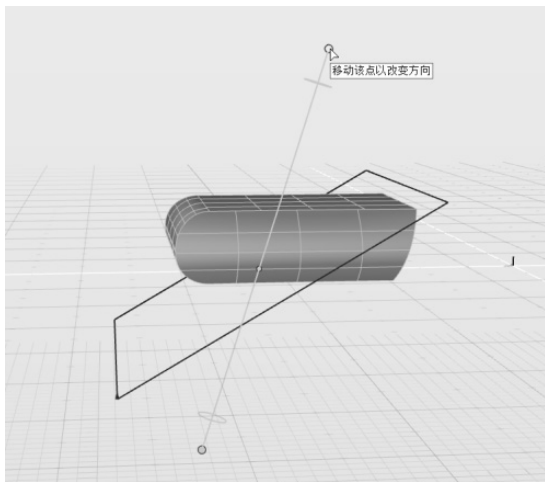

图 4-121 在“编辑参数”模式下手动调整修剪方向
- 也可以在此时激活“自定义方向”单选按钮，在“编辑参数”模式下手动调整修剪方向，如图 4-121 所示。